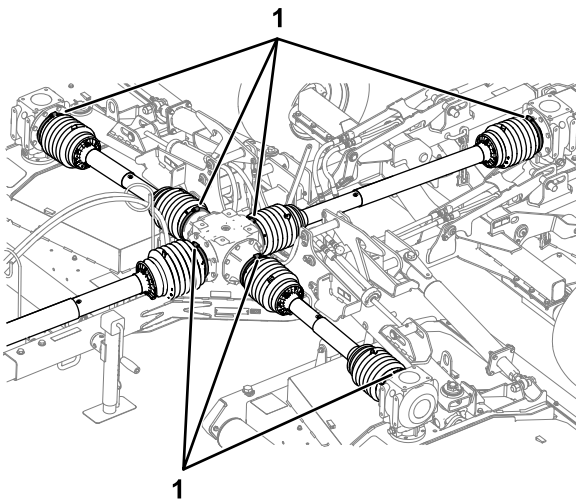

Figura 22
7. Compruebe que las 7 abrazaderas sujetan firmemente los protectores del árbol de transmisión a las cajas de engranajes central y de las carcasas (Figura 22).